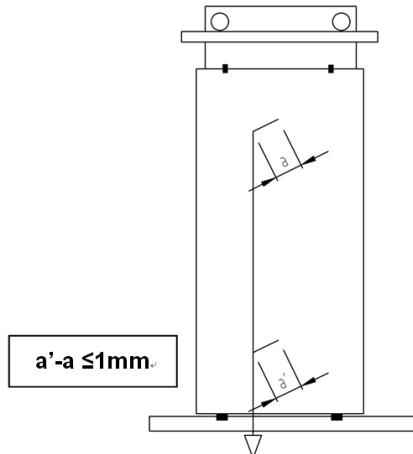

图 3-2f 轿门装配主视图
1. 用线锤检查并调整门板的垂直度，使门板上下的差别在 1mm 以内。见图 3-2f 轿门板装配主视图：